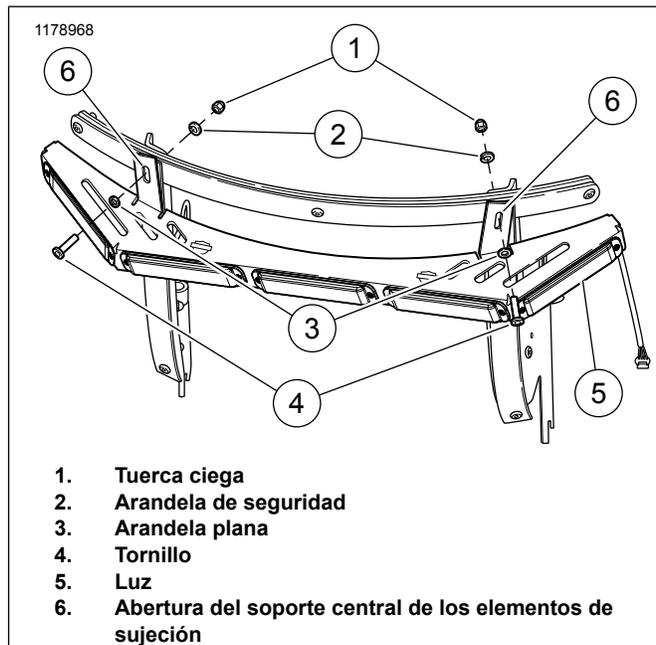

Figura 3. Montaje de los elementos de sujeción (se quitó la pantalla para mayor claridad)
4. Consulte la Figura 3. Alinee la luz (5) con las aberturas centrales de soporte del elemento de sujeción (6).
5. Instale el tornillo **nuevo** (4) y la arandela plana **nueva** (3) en la parte delantera de las aberturas del soporte central de los elementos de sujeción del parabrisas.
6. Instale la arandela de seguridad **nueva** (2) y la tuerca ciega **nueva** (1). Apretar.